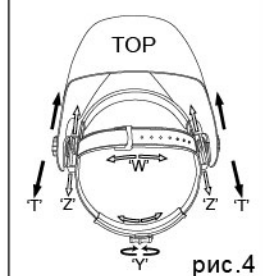

рис.4
Длину окружности оголовья можно увеличить или уменьшить, вращая ручку с нажатием на затылочную часть оголовья (см. «Y» на рис.4). Это можно сделать не снимая маски и позволяет получить натяжение, необходимое для надежной фиксации сварочной маски на голове.
• Если наголовник сидит на голове слишком высоко или слишком низко, отрегулируйте ремень, который проходит через макушку. Для этого ослабьте конец ремня, выдавив стопорный штифт из отверстия в ремне. Переместите две части ремня относительно друг друга на требуемую длину и вставьте стопорный штифт в ближайшее отверстие (см.W рис.4).
Шаг 1: Ослабьте гайку фиксатор (см. «Т» на рис.4), для регулировки расстояния между лицом и светофильтром
Шаг 2: Ослабьте гайку фиксатор и двигайте маску к или от вашего лица (см. регулировку «Z» рис.4). Убедитесь, что расстояние между обоими глазами и